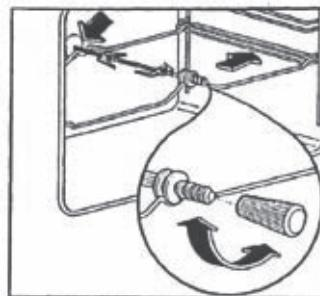

Рис. 5.
- после завершения готовки привинтите ручку вертала и выньте его из духовки, (рис. 5).